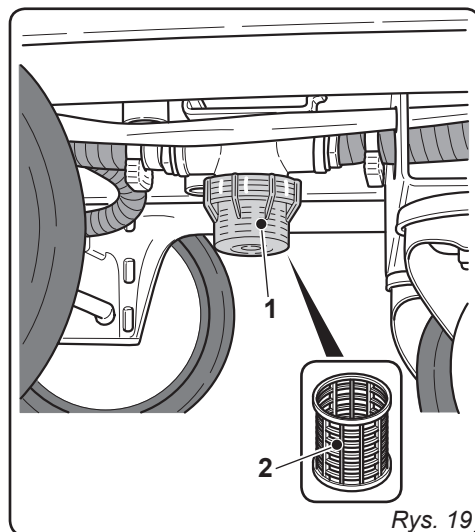

Rys. 18
- Ściągnąć pokrywę (1).
- Podnieść zbiornik (2).
- Pozostawić obniżony wąż (3) i wyciągnięty korek, przy pomocy węża, wlewać bieżącą wodę do zbiornika (2), czyszcząc go, aż do momentu, w którym z węża spustowego wypływać będzie czysta woda.
- Włożyć rękę do środka zbiornika i wyczyścić wilgotną szmatką sondy poziomu (4) uważając, aby je nie odkształcić.
- Odkręcić śrubę imbusową (5) i ściągnąć pokrywę filtra (6).
- Wyciągnąć i wyczyścić filtr (7) odsysania usuwając ewentualne fragmenty papieru-drewna, itp.... które go zatykają.
**10.1.c - Czyszczenie ssawy (Rys. 18)**